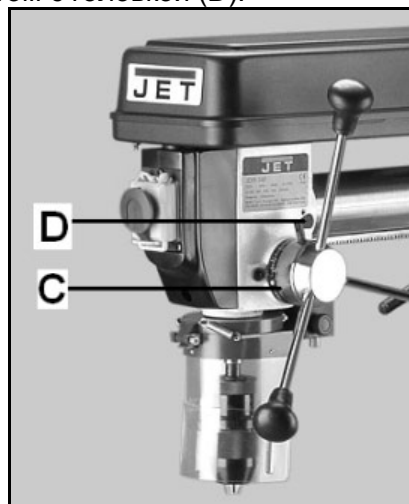

Рис.3
Поверните установочное кольцо (С, Рис. 3) против часовой стрелки до упора и зажмите его винтом с головкой (D).